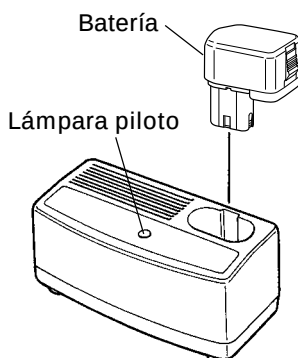

Fig. 4
1. Inserte la batería en el cargador de baterías. Inserte la batería en el cargador de baterías como se muestra en la Fig. 4. Cerciérese de que haya quedado en contacto con la base del cargador de baterías.